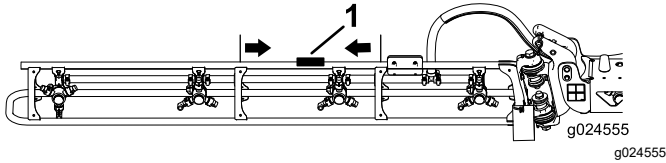

図 29
1. 図 29 のように外側ブーム中ほどの位置2つのブラケットの間の位置を決める。